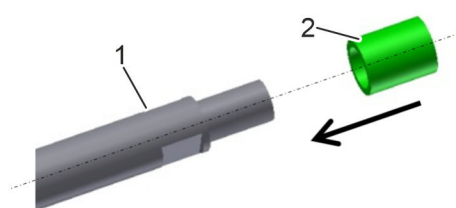

Рис. 14: Пластмассовая втулка
2. ➔ Надеть пластмассовую втулку (Рис. 14/2) на мерную линейку (Рис. 14/1).